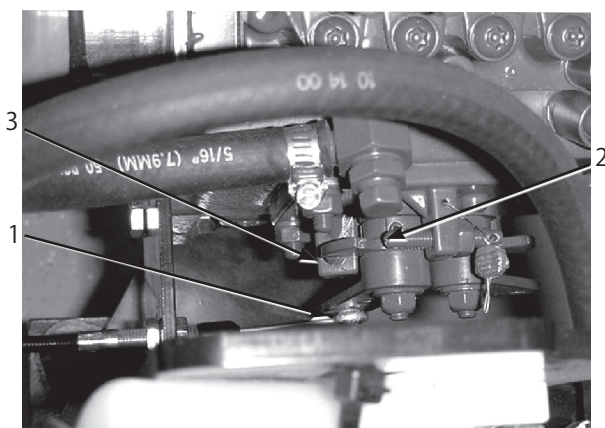
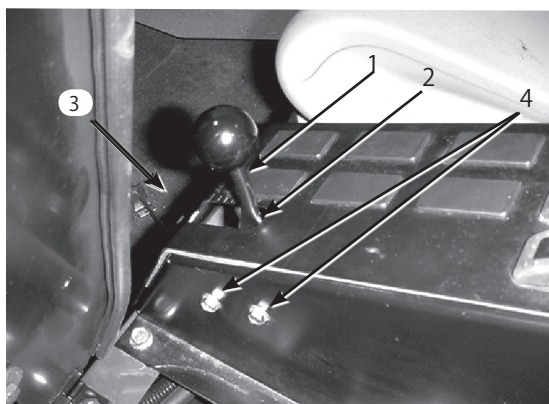

図48
図49
2. 高速位置の調整: スロットル・ケーブルを取り付けプレートに固定しているナットをゆるめて調整する。調整の目安は、エンジンのスロットル・アームが高速ストップに当たったときに、レバーとスロットル前端との間に 1.5 mm の隙間が残っている程度とする (Fig. 48)。
3. 低速位置の調整：ケーブル・アセンブリをセンター・コンソールに固定している2本のボルト (図49) をゆるめて調整する。調整の目安は、エンジンのスロットル・アームが低速ストップに当たったときに、レバーとコンソールのスロット後端との間に 1.5 mm の隙間が残っている程度とする。(Fig. 48)。